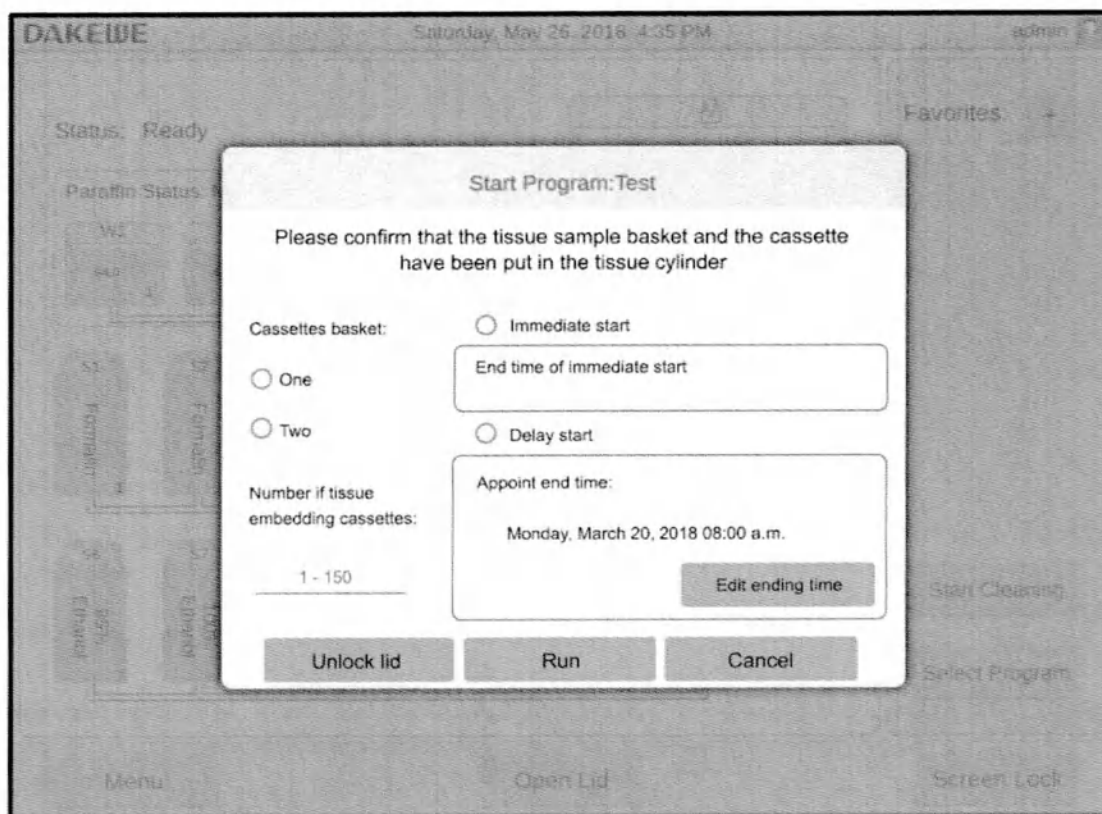
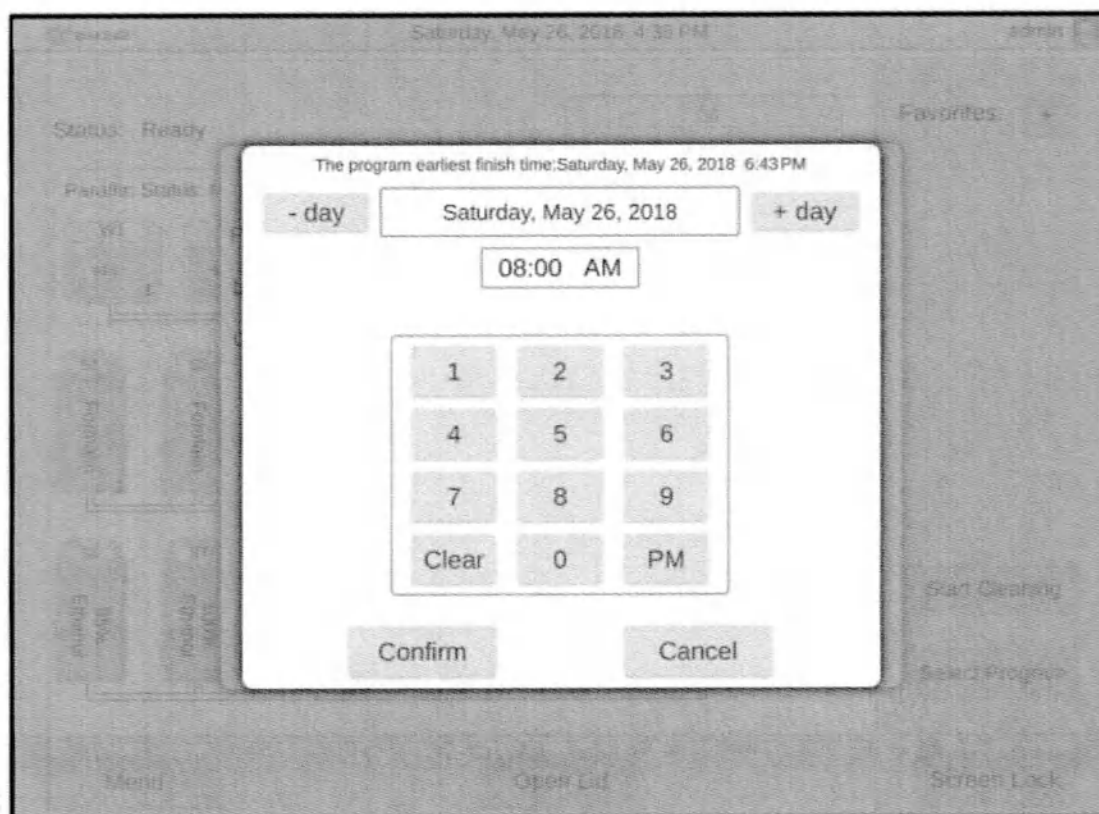

Рисунок 84. Окно подтверждения
Рисунок 85. Настройка времени запуска программы проводки
- Откроется окно подтверждения (рис. 84).
- Выберите количество корзин с образцами тканей (рис. 84).
- Введите количество кассет, 1–300 (рис. 84).
После установки флажка «Немедленный запуск» (Immediate Start) (рис. 84) нажмите кнопку «Запустить» (Run). Система немедленно запустит программу проводки.
Или, установив флажок «Отложенный старт» (Delay Start), нажмите кнопку «Изменить время завершения» (Edit ending time) (рис. 84), чтобы войти в интерфейс настройки времени завершения выполнения программы (рис. 85). Завершив настройку, нажмите кнопку «ОК» для
Или, установив флажок «Отложенный старт» (Delay Start), нажмите кнопку «Изменить время завершения» (Edit Appointment Time) (рис. 84), чтобы войти в интерфейс настройки времени завершения программы (рис. 85). Завершив настройку по порядку, нажмите кнопку «ОК» для выхода. После этого нажмите кнопку «Запустить» (Run). Система рассчитает время, которое необходимо для задержки. Программа проводки запустится автоматически, когда наступит рассчитанное время.